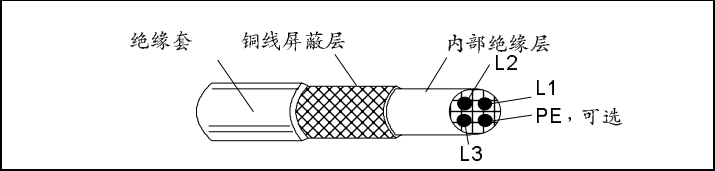

图 8 电机电缆屏蔽的最低要求 (例如 Iflex-Servo-FD 780 CP, Lappkabel or MCCMK, NK Cables 电缆)
对电缆屏蔽层的要求是：完整细密，辐射率小。图 8 所示为一个有效电缆结构的例子。
* 应按照图 8 选择有效的电机屏蔽电缆。
对于 ACS 101-4K1-1 和 ACS 103-4K1-1，应按照图 8 选择电机电缆。
带滤波器 ACS100-FLT-C 或 ACS140-FLT-C 的导体辐射符合 EN 61800-3 (EN 50081-1) 中关于第一环境里非限制性配电的标准，电机电缆应有效屏蔽 (参见图 8)，且最大长度为 30m。
电机电缆长度见表 6，并应按照图 8 选择有效的电机屏蔽电缆。在电机末端应使用 EMC 电缆密封板（例如 ZEMREX SCG 屏蔽电缆密封板），将电机侧电缆屏蔽层 360 度接地。